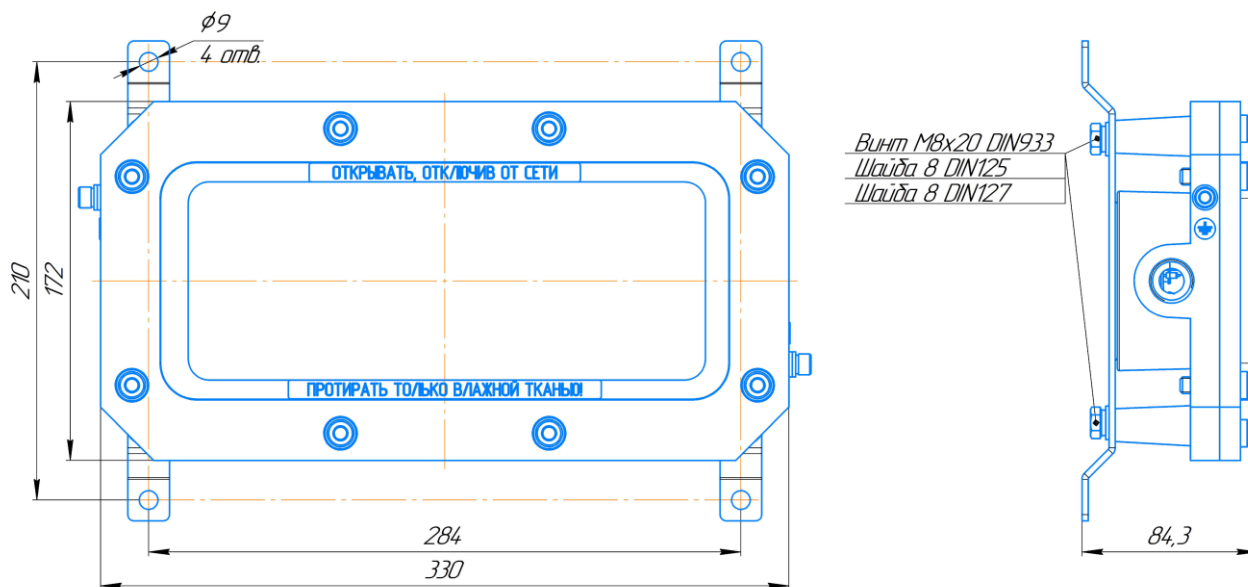

Рис. 1 – Оповещатель пожарный взрывозащищенный световой
- закрепить корпус оповещателя на кронштейн с помощью винтов М8х20 и шайб на определенное проектом место (см рис. 1 и 2);